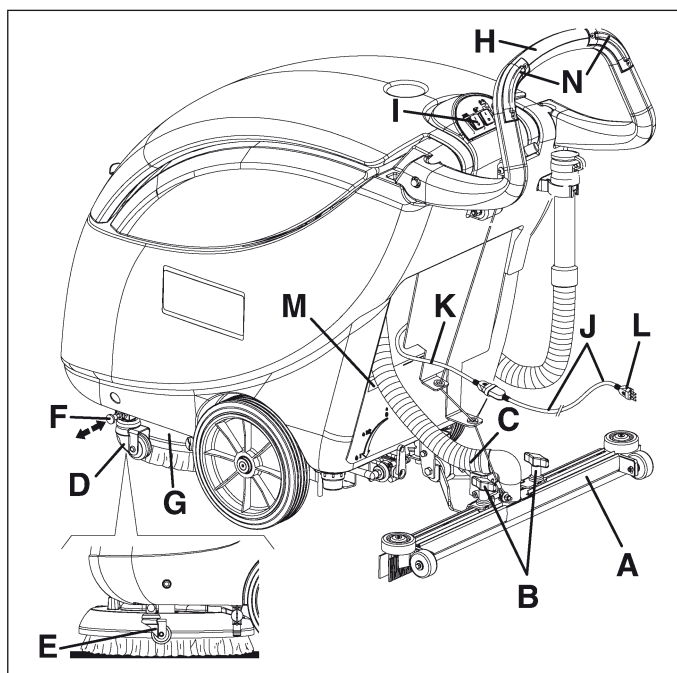
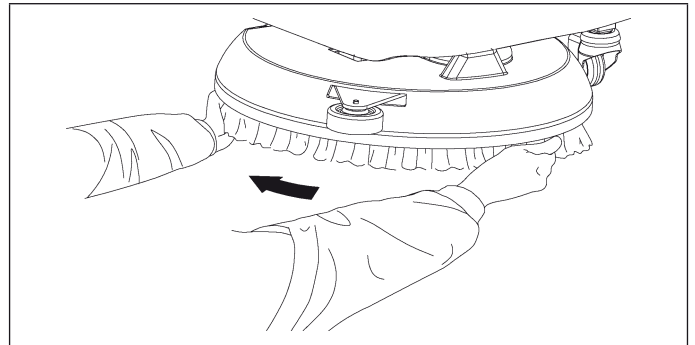

Figure 5
Figure 7
1. Instalar la boquilla (A, Fig. 5) y fijarla con las empuñaduras (B), luego conectar el tubo de aspiración (C) a la boquilla.
3. Desactivar el dispositivo de estacionamiento (D, Fig. 5) de la máquina, llevándolo en posición (E) después de haber insertado la clavija relacionada (F).
4. Levantar la cobertura del cepillo (G, Fig. 5) presionando sobre el manillar (H).
6. Bajar la cobertura (G, Fig. 5) sobre el cepillo/portafieltro mediante el manillar (H).
7. Conectar la extensión en dotación (J, Fig. 5) con el cable de alimentación (K). Conectar el enchufe (L) de la extensión a la red eléctrica.
Antes de conectar la máquina a la red eléctrica, asegurarse de que la frecuencia y la tensión indicadas en la placa del número de serie y de los datos técnicos (M, Fig. 5) coincidan con la tensión de la red.
8. Poner el interruptor (I, Fig. 5) del cepillo en posición "I", luego pulsar por algunos segundos uno o ambos los interruptores (N) para que el cepillo/portafieltro se enganche. Si es difícil enganchar, girar manualmente el cepillo/portafieltro en sentido antihorario (véase Fig. 7, página siguiente).